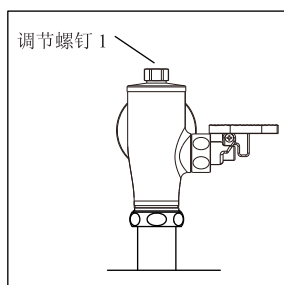

图3
- * 如果调整冲洗时间，可调节螺钉1。顺时针冲洗时间减短，反之增大。(见图3)